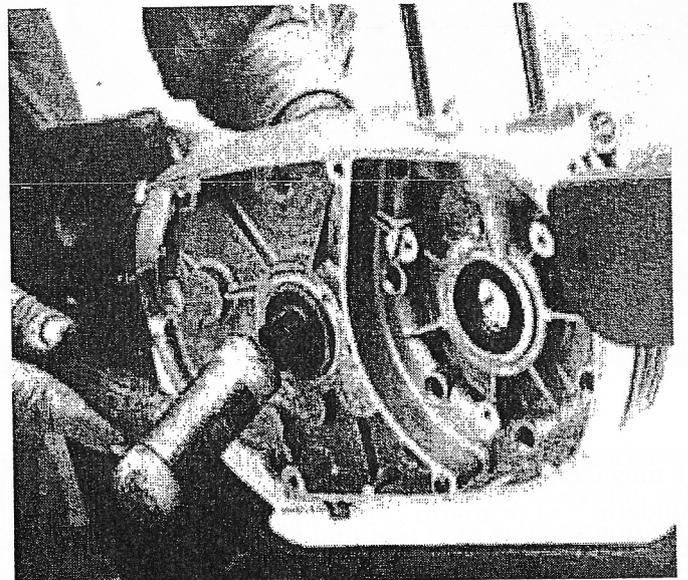

FIG 18A
6. Retira la tuerca , la arandela y el piñón. Golpea el final del eje de la quinta marcha con un martillo de goma hasta que salga del rodamiento (Fig 18A), por último retira el anillo de distancia que está junto al retén de aceite de el eje de la quinta marcha.